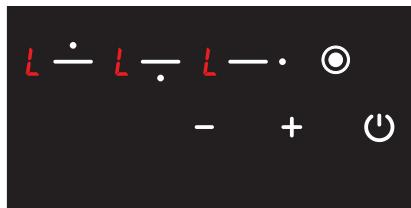

Rys. 19
- Ikonka  będzie wyświetlana na wszystkich wyświetlaczach (patrz: rys. 19). Ikonki  i  są wyświetlane na przemian, jeśli jakakolwiek płyta kuchenna jest gorąca.